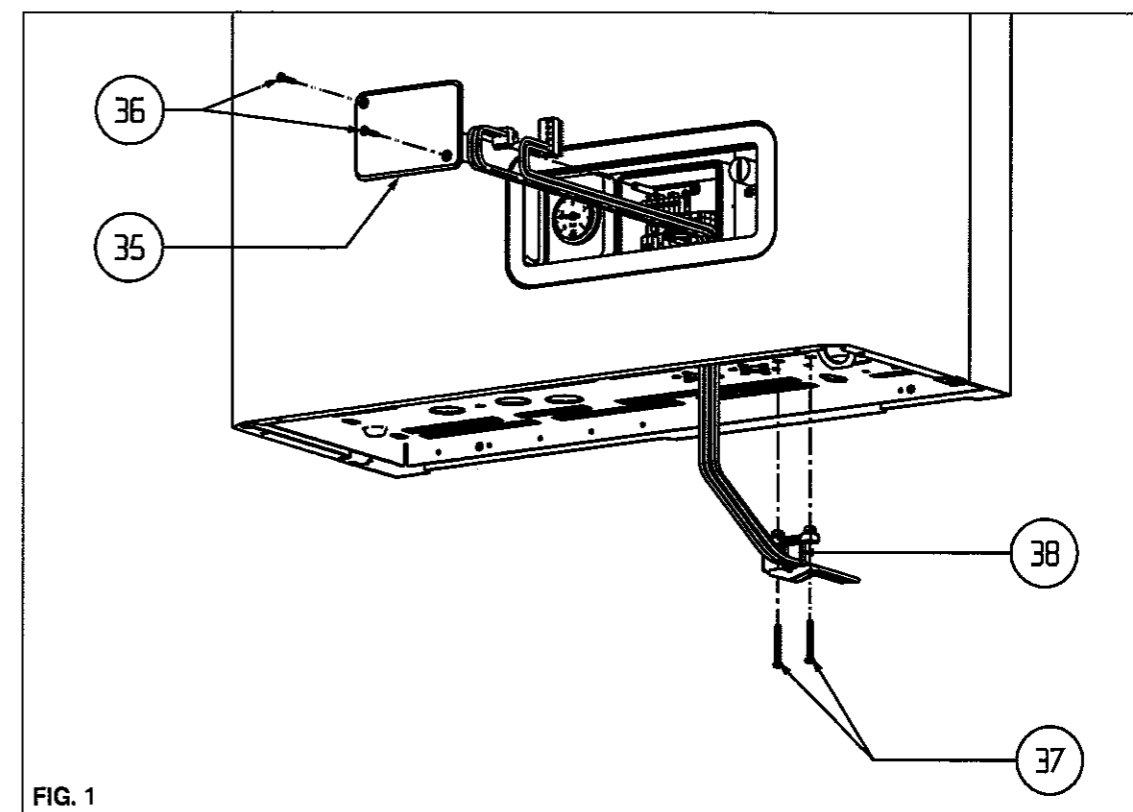

FIG. 1
- allentare le viti (36) di fissaggio del coperchietto della morsettiera;
- inserire i cavi per l'alimentazione della caldaia collegandoli come indicato in fig. 1 utilizzando un cavo del tipo IMQ HAR H05VV-F, 3 x 0,75 mm², \varnothing max. esterno 7 mm;
- allentare le viti (37) del passacavo (38) ed inserire i cavi di alimentazione e di collegamento del pannello, quindi richiuderlo;